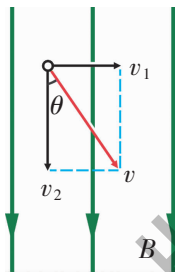

图 1-4-4
2. 如果导体的运动方向跟导体本身垂直, 但跟磁感线方向有一个夹角  $\theta$ , 如图 1-4-4 所示, 则得到的感应电动势的表达式怎样?